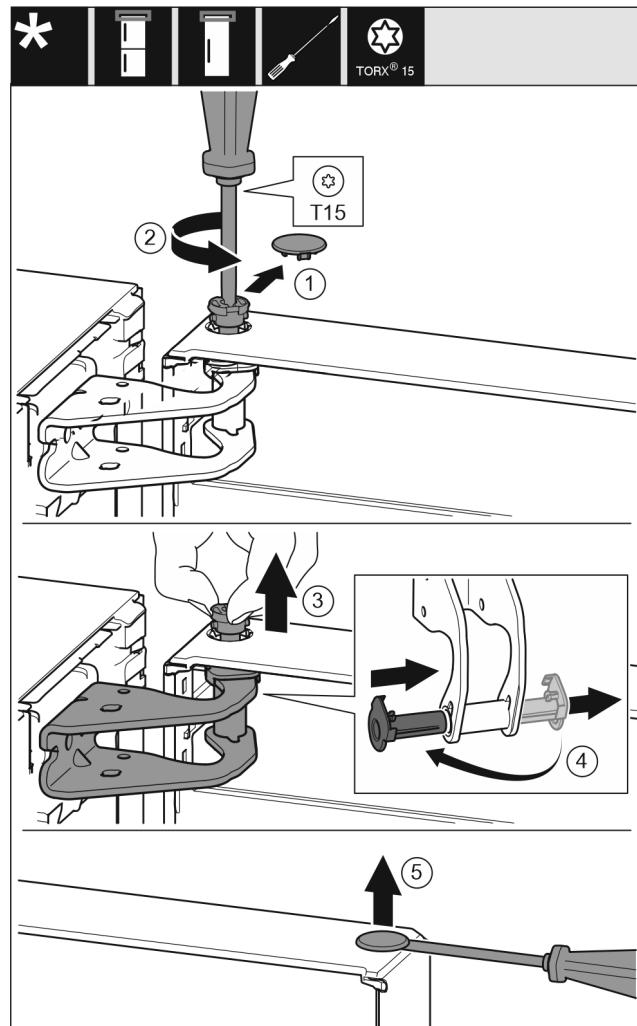

Fig. 9
- Sicherungsabdeckung vorsichtig abziehen. Fig. 9 (1)
- Bolzen mit Schraubendreher T15 ein Stück herausdrehen. Fig. 9 (2)
- Tür festhalten und Bolzen mit den Fingern herausziehen. Fig. 9 (3)
- Lagerbuchse aus Führung ziehen. Von der anderen Seite einsetzen und einrasten. Fig. 9 (4)
- Stopfen aus der Türlagerbuchse vorsichtig mit einem Schlitzschraubendreher anheben und herausziehen. Fig. 9 (5)